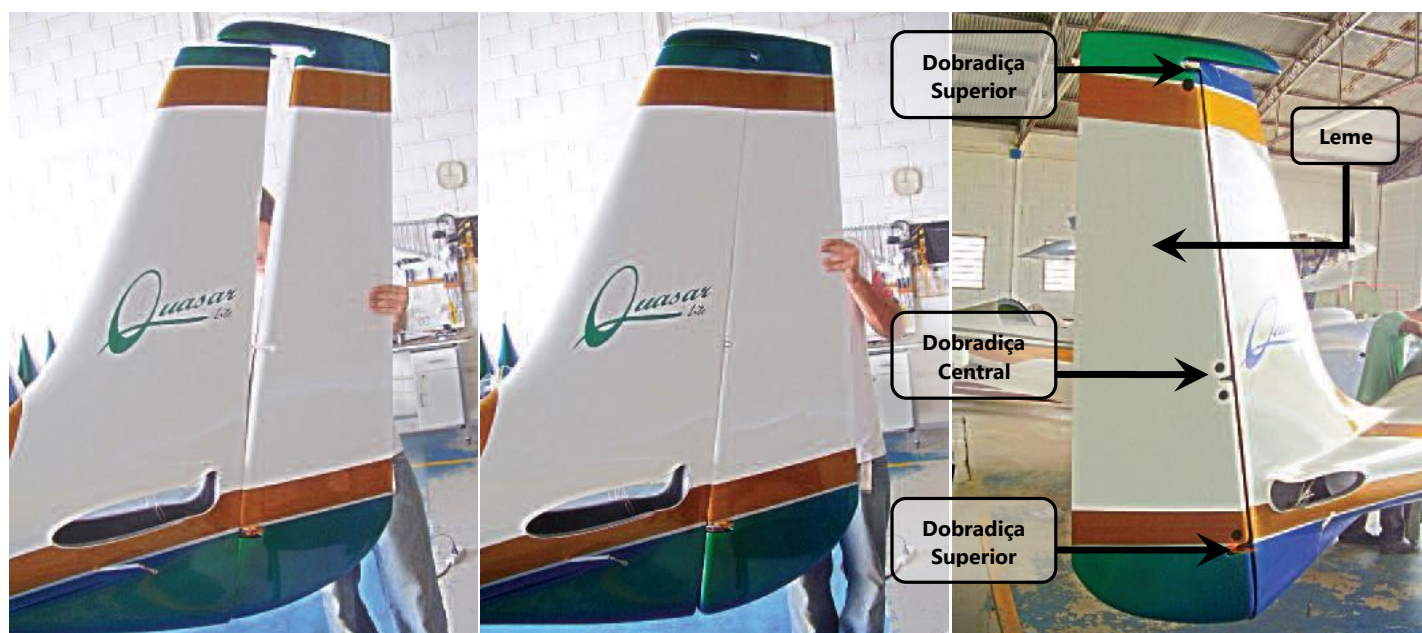
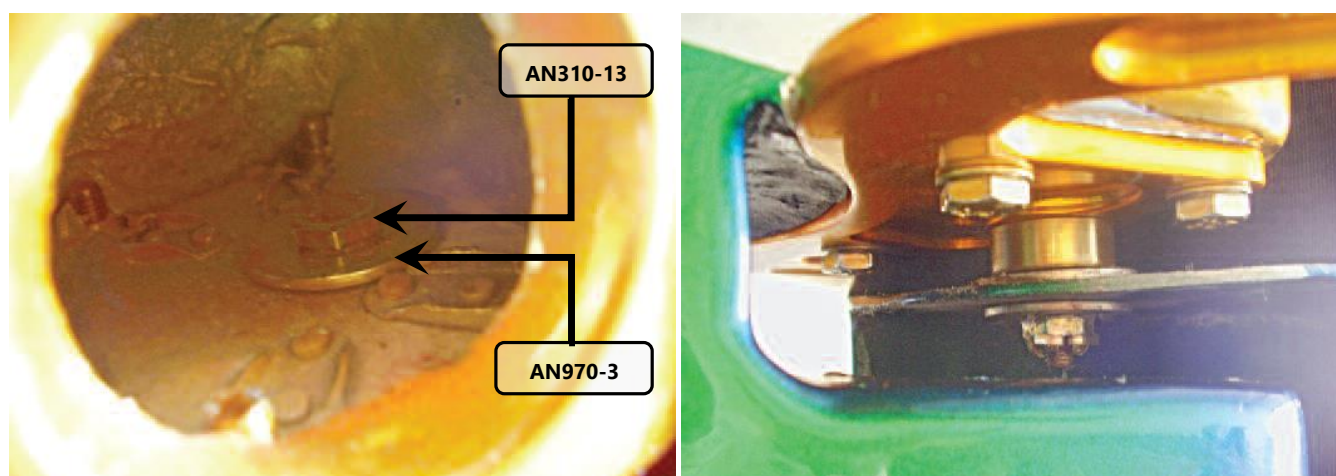
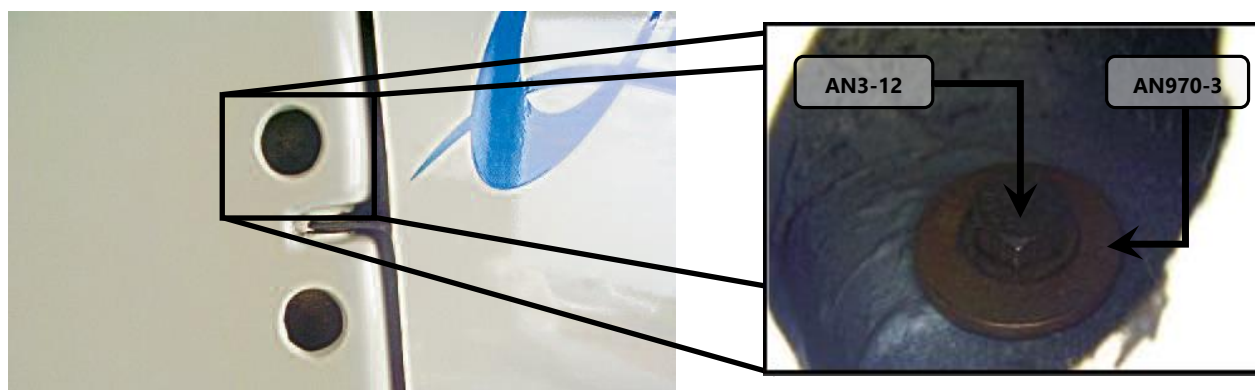
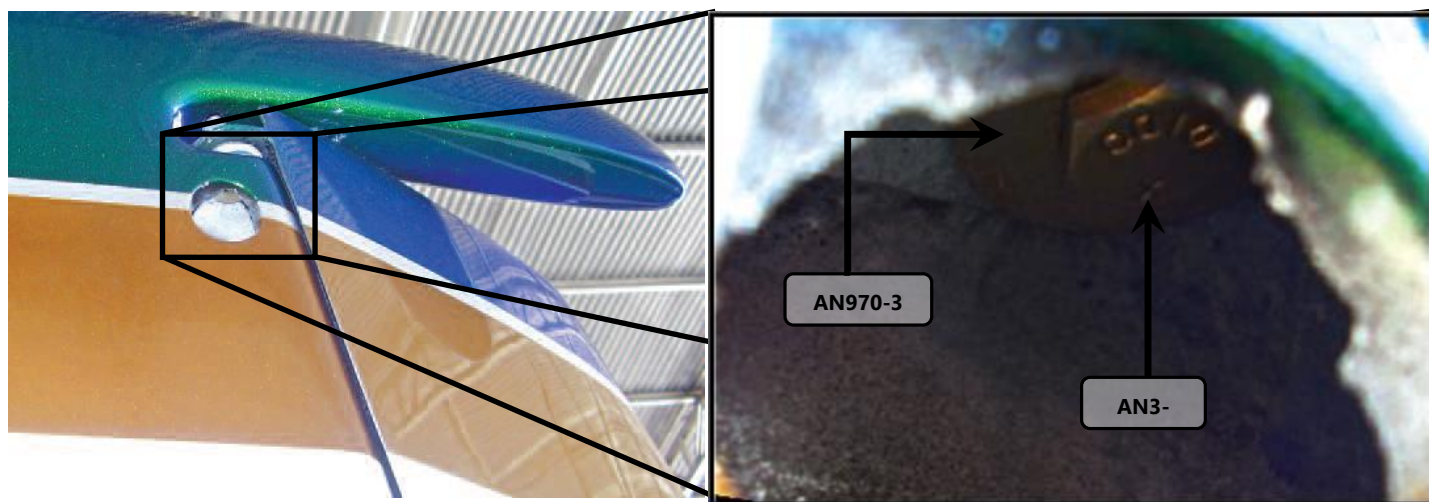

Figura 55.40.32 – Aproximação do Leme na Deriva Vertical e Dobradiças.
Figura 55.40.33 – Instalação da dobradiça inferior.
Figura 55.40.35 – Dobradiça central (vista superior).
Figura 55.40.37 – Instalação da dobradiça superior.
1. Aproximar o leme da deriva vertical, como mostrado na figura 55.40.32
ATENÇÃO: O leme deverá ser mantido na deriva vertical, conforme mostrado na figura 55.40.32, apoiando-o manualmente, enquanto outra pessoa realiza os procedimentos seguintes.
2. Instalar o parafuso AN3-13 com arruela AN970-3, como mostrado na figura 55.40.33, na dobradiça inferior do leme, indicada na figura 55.40.32;
3. Instalar arruela AN970-3 e uma porca AN310-3, conforme mostrado na figura 55.40.33. Utilizar aqui uma chave combinada de 3/8" e um a catraca com cachimbo de mesmo tamanho.
4. Instalar o contra-pino MS24665-132, como mostrado na figura 55.40.33. Utilizar um alicate de bico.
6. Instalar um parafuso AN3-12 com arruela AN970-3, como mostrado na figura 55.40.35, na dobradiça central indicada na figura 55.40.32
10. Instalar um parafuso AN3-10 com arruela AN970-3, como mostrado na figura 55.40.37, na dobradiça superior indicada na figura 55.40.32;